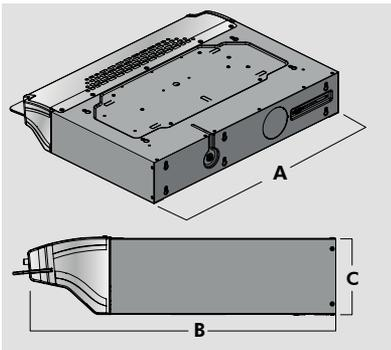

Figura 3
- Este producto debe ser instalado de acuerdo con las medidas informadas por el fabricante en la página 7, (Ver figura 3).